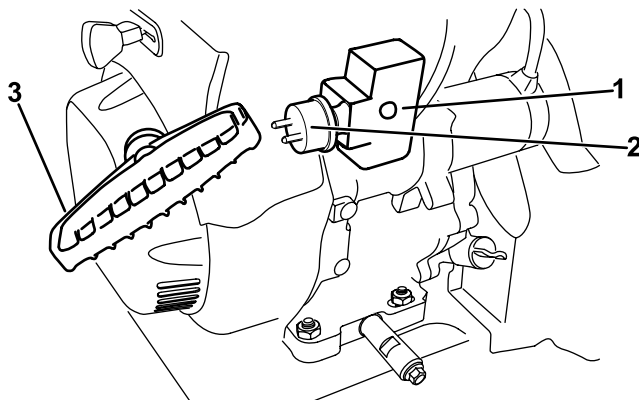

Bild 24
7. Ziehen Sie am Rücklaufstarter oder drücken Sie die Elektrostarttaste, um den Motor anzulassen (Bild 24).